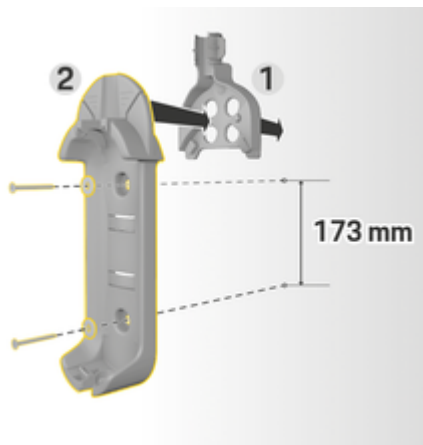

Fig. 490: Dimensiuni de găurire
3. Apăsați suportul de perete de bază **2** (Fig. 490) în ghidajul cablului **1** (Fig. 490) din față.